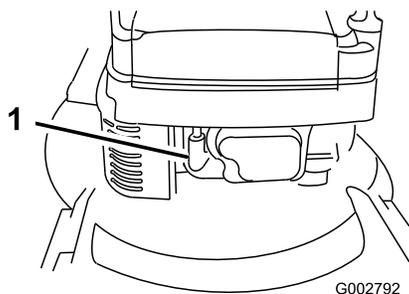

Figura 12
- Collegate il cappello alla candela (Figura 12).